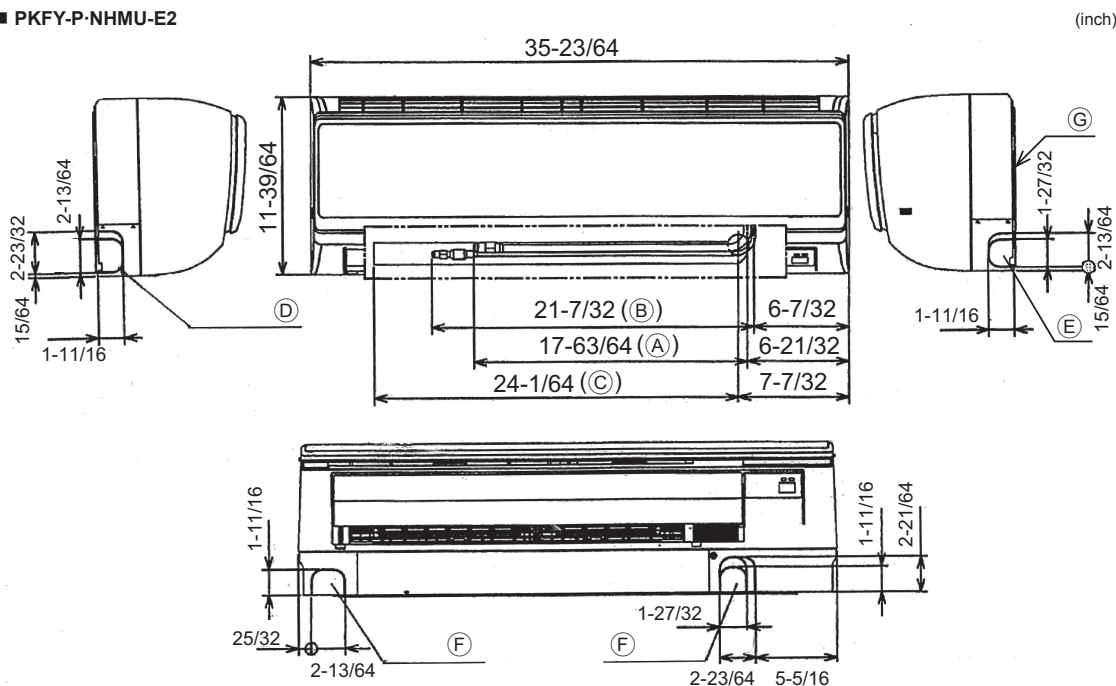
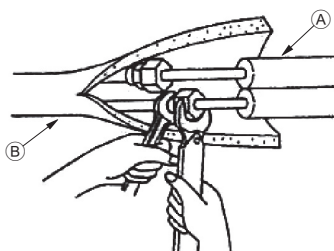

Fig. 4-2
Fig. 4-3
4.2. Colocación de los tubos del refrigerante y de drenaje (Fig. 4-2)
- (A) Tubo de gas * Indica el estado con los accesorios montados.
- (B) Tubo de líquido
- (C) Manguera de drenaje
- (D) Orificio ciego para las tuberías del lado izquierdo
- (E) Orificio ciego para las tuberías del lado derecho
- (F) Orificio ciego para las tuberías de la parte inferior
- (G) Placa de montaje (1)
4.3. Trabajo de instalación de la tubería del refrigerante (Fig. 4-3)